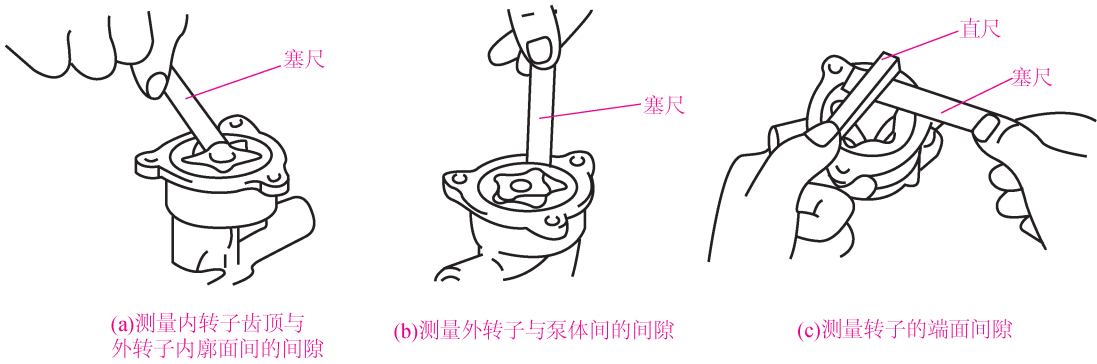

图 3.1-4 转子式机油泵配合间隙的检查
- (1) 分解机油泵。
- (2) 清洗机油泵。
- (3) 检查机油泵配合间隙（见图 3.1-4），并填写测量数据（见表 3.1-2）。